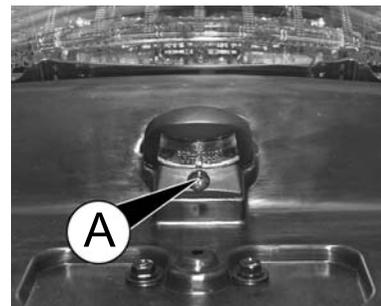

fig. 5
- dévissez la vis A fig. 5 ;
- replacez le couvercle en plastique en vissant la vis de fixation A fig. 5.